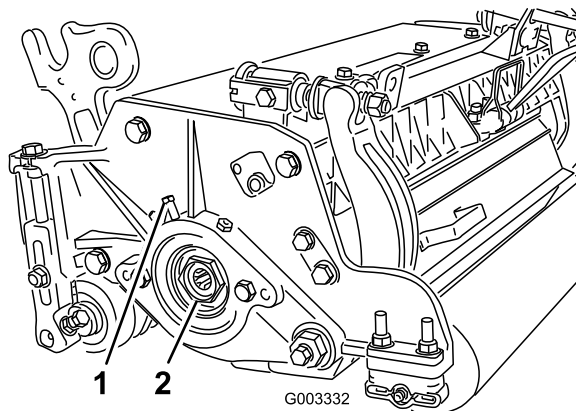

Figure 26
- A. Desserrez la vis extérieure qui fixe l'écrou de réglage au logement de roulement situé sur le côté gauche du plateau de coupe (Figure 26).